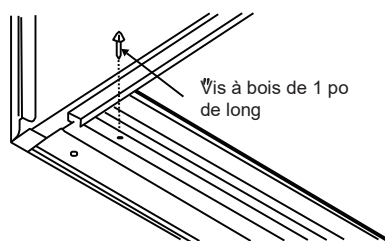

Fig. 6
4. Fixez le rail inférieur à l'encadrement en bois avec deux grandes vis à bois de 1 pouce (2,5 cm) de long dans les deux orifices de la traverse sur l'encadrement. (Voir la Fig. 6.)